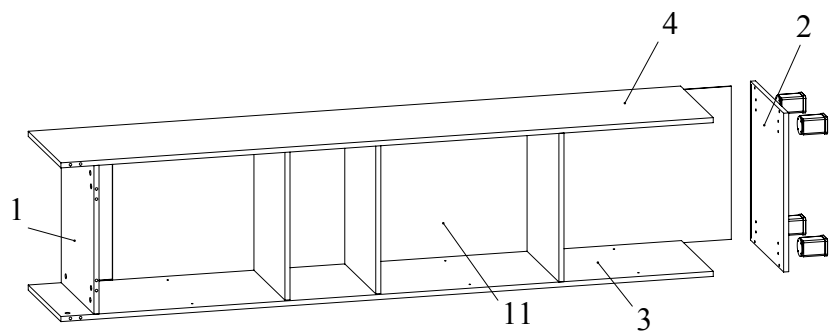

Рис.5
8. Вставить стенку ДВП 11 в пазы боковин 3, 4, крышки 1 (Рис. 5).
9. Соединить при помощи конфирматов 7x50 дно 2 с боковинами 3, 4 (Рис. 5).
10. Прикрепить при помощи конфирматов опоры регулируемые ко дну 2 (Рис. 5).